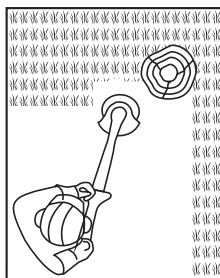

Fig. 12
3. Preste especial atenção ao executar trabalhos perto de árvores e arbustos. A cabeça de corte pode danificar cascas de árvores sensíveis e danificar os postes de vedações (Fig. 12).